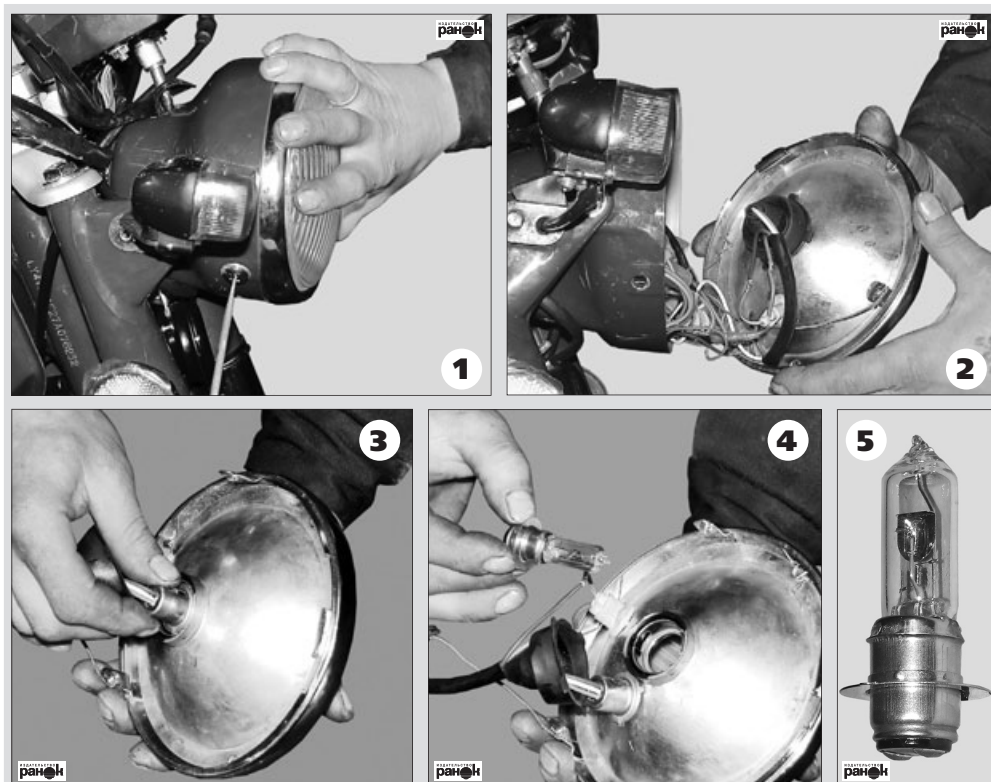

Рис. 43. Замена лампочки головного освещения (дальнего/ближнего света)
- открутить винт крепления корпуса фары (рис. 43);